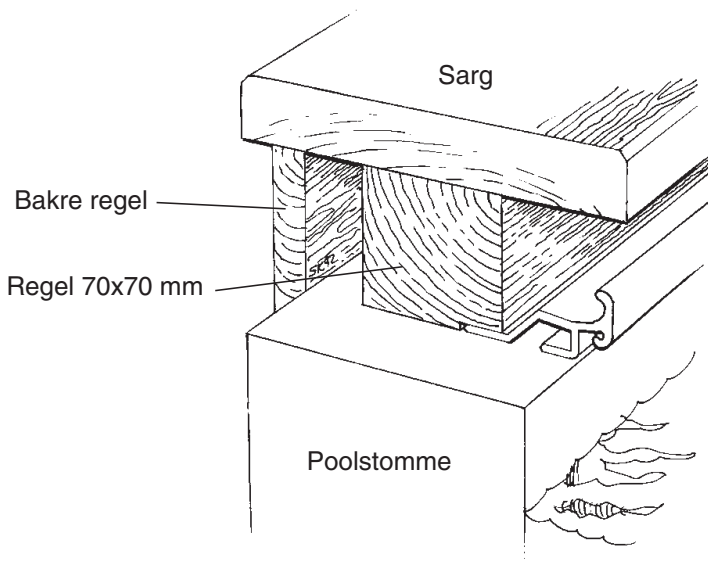

Bild 35
- Montera sargen enligt bild 35 nedan.